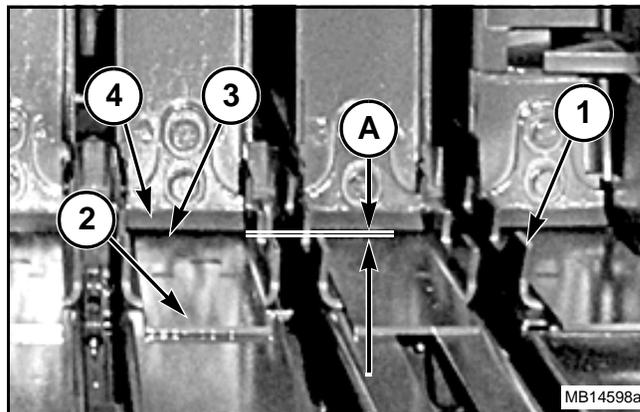

FIG. 101
FIG. 101: Los caballetes para heno inferiores estacionarios de dientes de sierra (1) y las placas de desgaste del piso (2) están sujetos con pernos y se pueden reemplazar cuando se desgastan. El espacio entre la cuchilla de reborde (3) y la cuchilla del émbolo (4) debe ser de 3 a 5 mm (1/8 a 3/16 pulg) (A). La cámara de fardos debe estar vacía antes de instalar piezas nuevas.